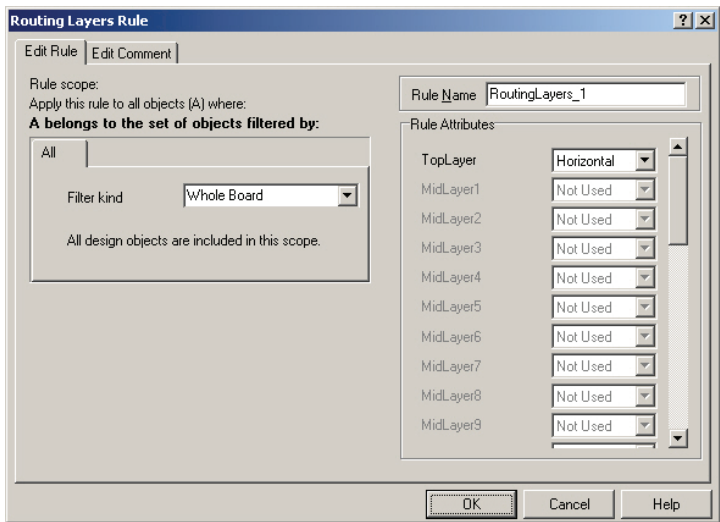

图 6-65 “Routing Layers Rule” 对话框
3) Routing Layers: 该选项用来设置在自动布线过程中哪些信号层可以使用。双击“Routing Layers”选项，系统将会弹出如图 6-65 所示的“Routing Layers Rule (布线工作层)”对话框。该对话框中用大写字母“T”代表 Top Layer (顶层)，MidLayer1~MidLayer 14 代表中间层，字母“B”代表 Bottom Layer (底层)，各项一般可以设置为 Horizontal (水平) 或 Vertical (垂直)；Horizontal 表示该工作层布线以水平为主，Vertical 表示该工作层以垂直为主。